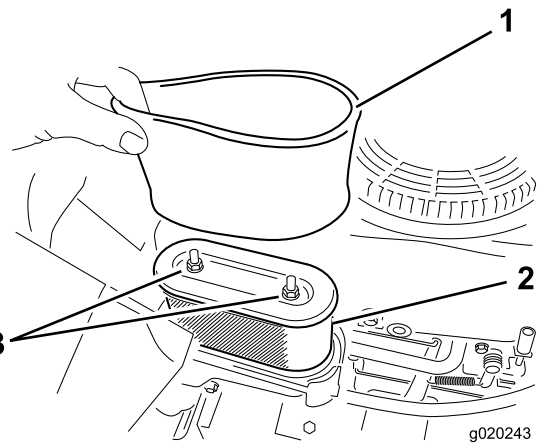

Figura 29
1. Instale el filtro de gomaespuma sobre el filtro de papel (Figura 29).